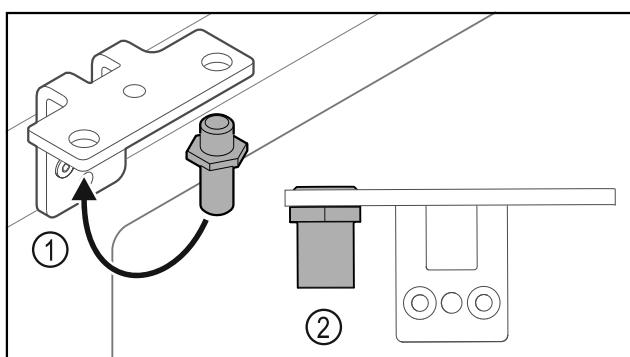

Fig. 31
- ▶ Premjestite svornjake Fig. 31 (1) u kutnim šarkama.
- ▶ Pritegnite svornjake Fig. 31 (2) okretnim momentom od **12 Nm**.